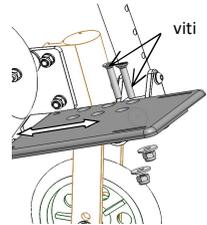

fig. 10.2: Regolazione profondità
- **Regolazione profondità del poggia piedi** (fig. 10.2):